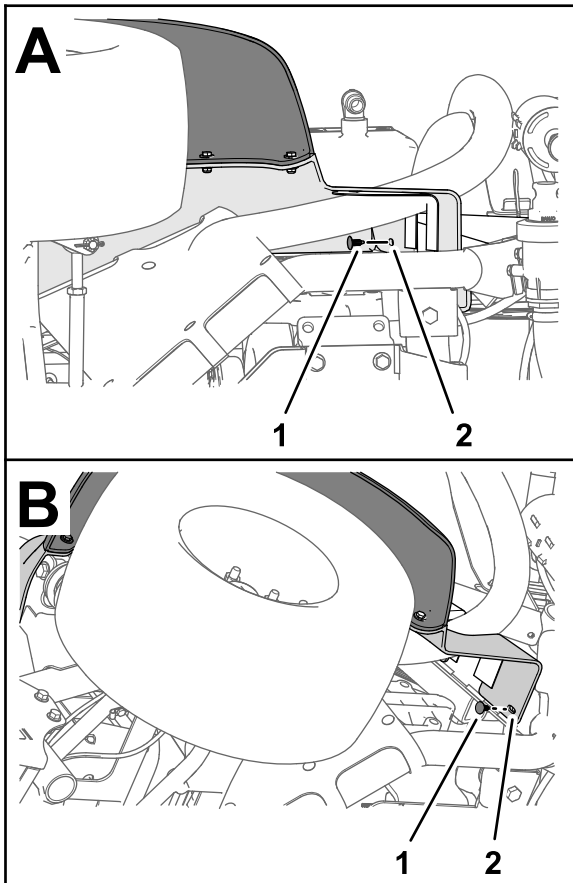

Bild 10
1. Entfernen Sie die zwei Eindrückbefestigungen, mit denen der linke, vordere Kotflügel am unteren Überrollschutz-Kanal befestigt ist (Bild 10).